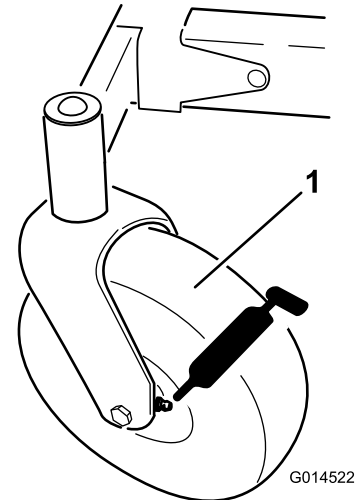
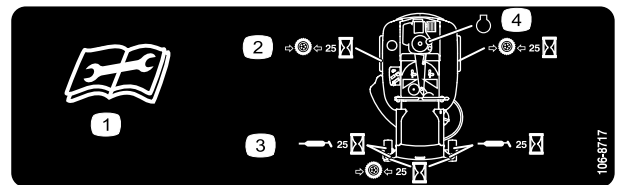

Bild 29
Bild 30
3. Reinigen Sie die Schmiernippel (Bild 29 und Bild 30) mit einem Lappen.
4. Stecken Sie eine Fettspritze auf jeden Schmiernippel und pumpen Sie solange Fett in die Nippel, bis das Fett aus den Lagern austritt (Bild 29 und Bild 30).